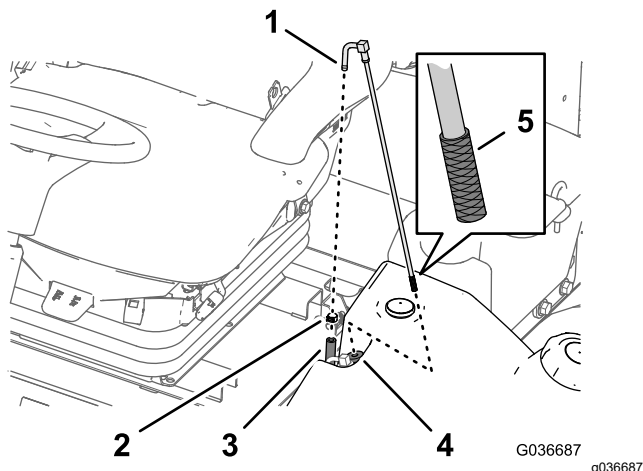

Figura 51
1. Retire la abrazadera que fija la manguera de suministro de combustible al acoplamiento del tubo de aspiración de combustible (Figura 51).
2. Retire la manguera del acoplamiento (Figura 51).
3. Eleve el tubo de aspiración de combustible del depósito de combustible (Figura 51).
4. Limpie cualquier residuo de la rejilla al final del tubo de aspiración de combustible (Figura 51).
5. Inserte el tubo de aspiración de combustible a través del casquillo de goma y en el depósito (Figura 51).